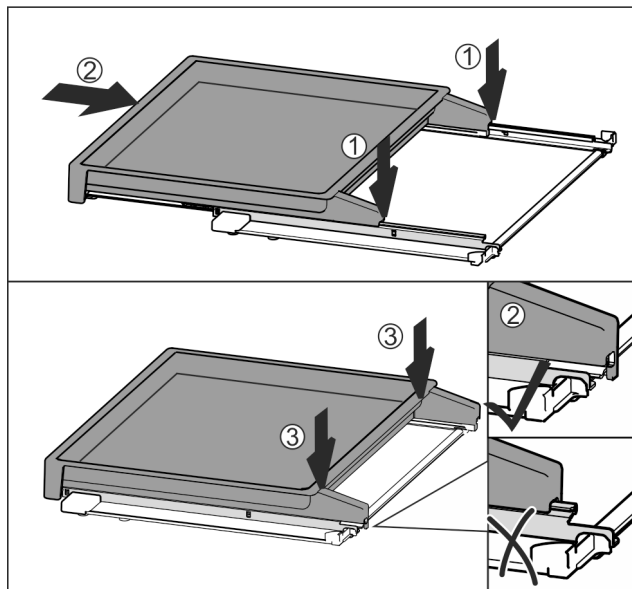

Fig. 182
- Mittig auf Schienen aufsetzen Fig. 182 (1).
- Auszugsbord vollständig einschieben Fig. 182 (2).
- An hinterer Seite drücken bis es hörbar einrastet Fig. 182 (3).